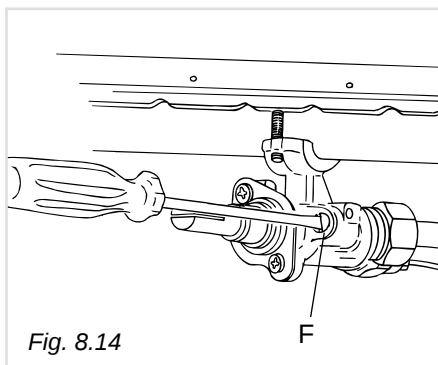

Fig. 8.14
- con l'aiuto di un piccolo cacciavite agire sulla vite **F** fino ad ottenere una fiamma corretta (Fig. 8.14).